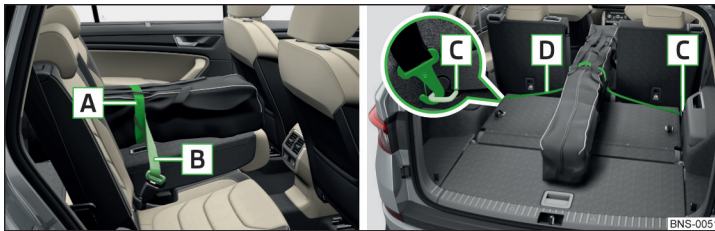

Fig. 131 Fixer le sac de chargement à l'avant/à l'arrière
- ▶ Resserer le cordon [A] autour des skis **au pied** des fixations » fig. 131. La sangle doit être bien serrée autour des skis.